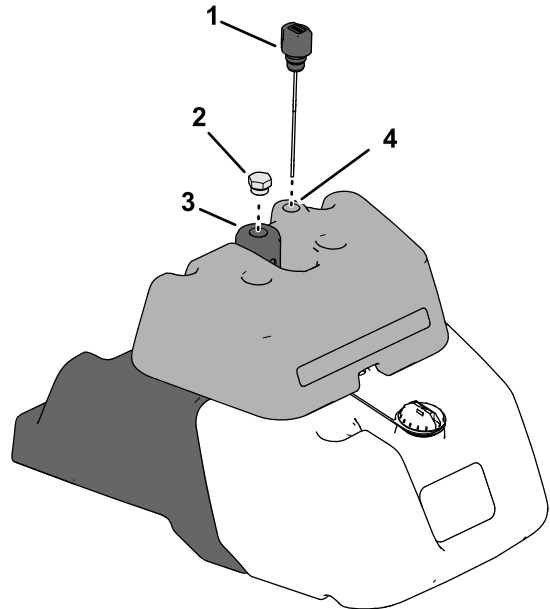

Figura 38
2. Verifique o nível do fluido hidráulico localizando a vareta do sistema hidráulico na parte superior do depósito de detetor de fugas (Figura 38).